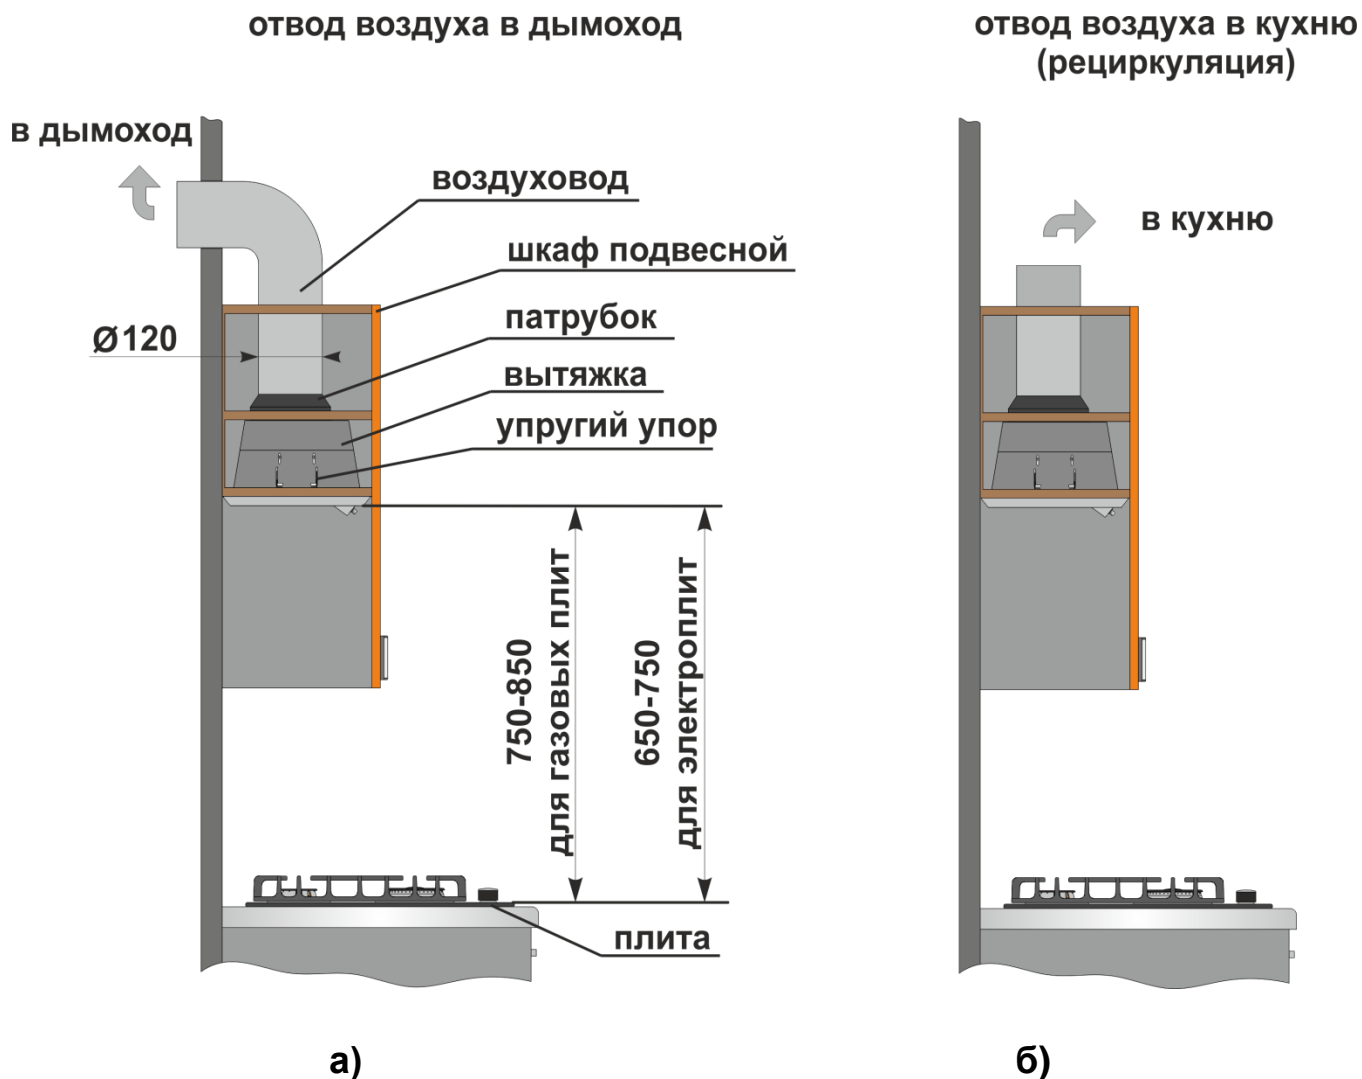

Рис. 2
5.4 В зависимости от схемы установки вытяжка работает в 2^х вариантах (рис. 2):
6.1 Выберите схему (Рис. 2) и место для установки вытяжки.